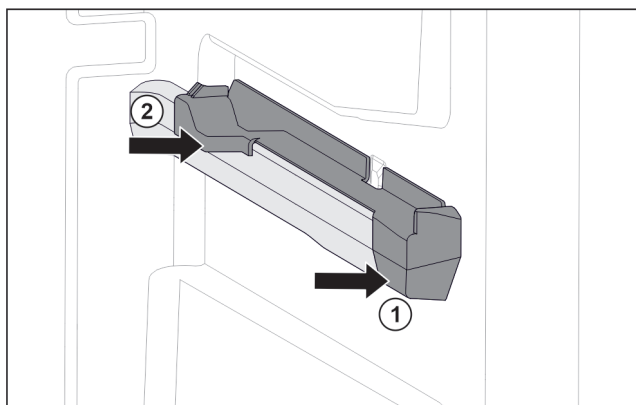

Fig. 40 Élément emboîtable sur la nervure de récipient droite
- ▶ Poser le devant de l'élément emboîtable contre la nervure de récipient. Fig. 40 (1)
- ▶ Enfoncer l'arrière de l'élément emboîtable. Fig. 40 (2)